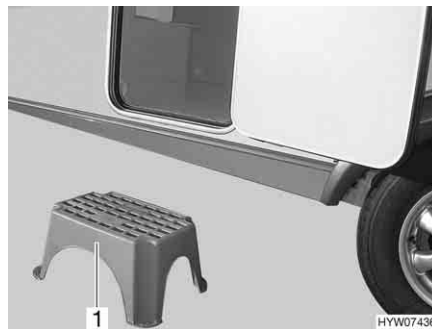

Fig. 25 Marchepied (amovible)
- Poser le marchepied (Fig. 25,1) devant l'entrée de la caravane.